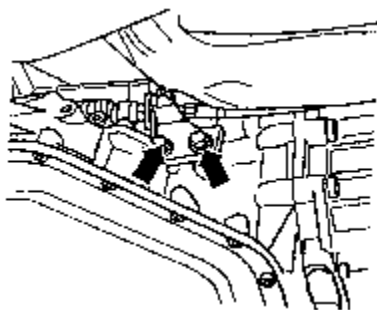

图 8-30 松开支承架螺栓
(1) 从杠杆/换档轴上松开变速杆拉线。
(2) 将变速杆移到“P”位。杠杆/换档轴移入“P”位，停车锁止必须切入，两个前轮不能朝同一方向转动。
(3) 如图 8-30 所示，松开支承架螺栓（箭头）。